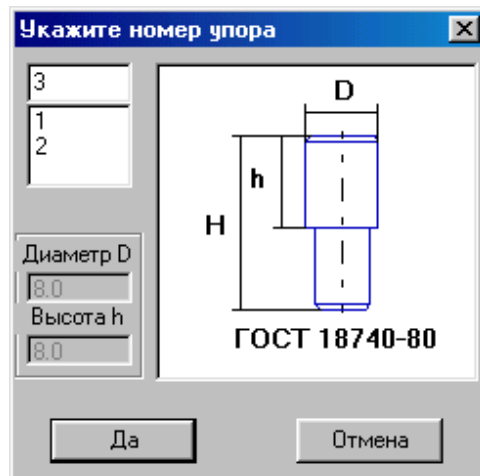

Рисунок 1.91 – Вікно вказівки номера упору
– після активації команди вводиться номер нового упору (рис. 1.91) або упор для установки вибирається зі списку;